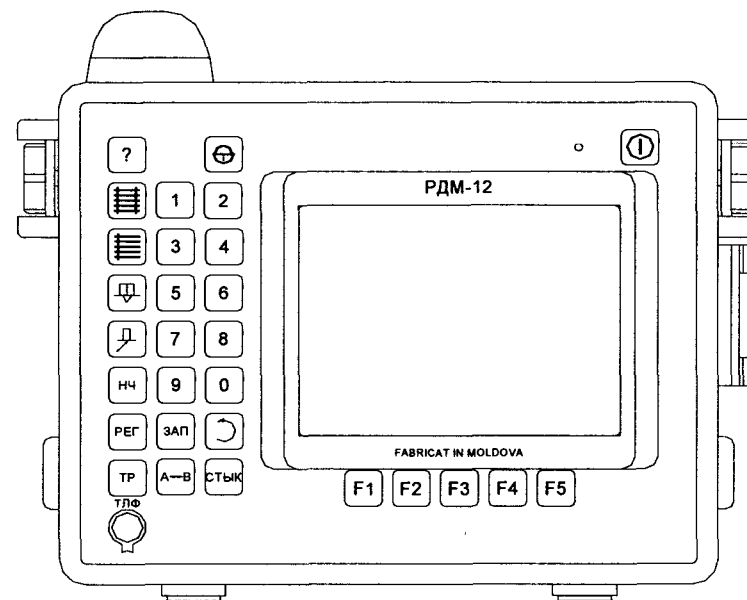

Рисунок 10 - Электронный блок. Вид спереди
5.6.2 Клавиша $\text{\textcircled{1}}$ (рисунок 10) служит для включения и выключения электронного блока дефектоскопа. Светодиодный индикатор справа от клавиши непрерывным свечением сигнализирует о включенном состоянии электронного блока.